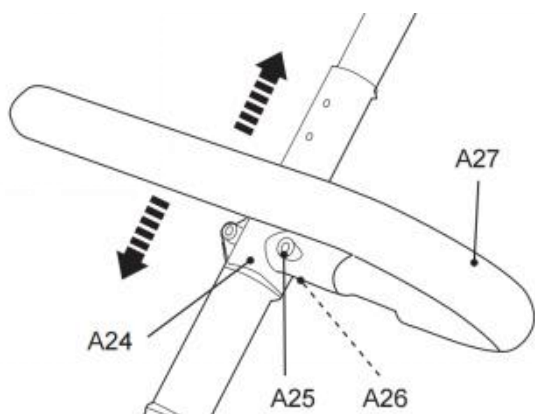

Fig. 35
2. Deslice el soporte (A24) hacia arriba o hacia abajo hasta una de las tres posiciones hasta que los orificios de montaje estén alineados (Fig. 35).